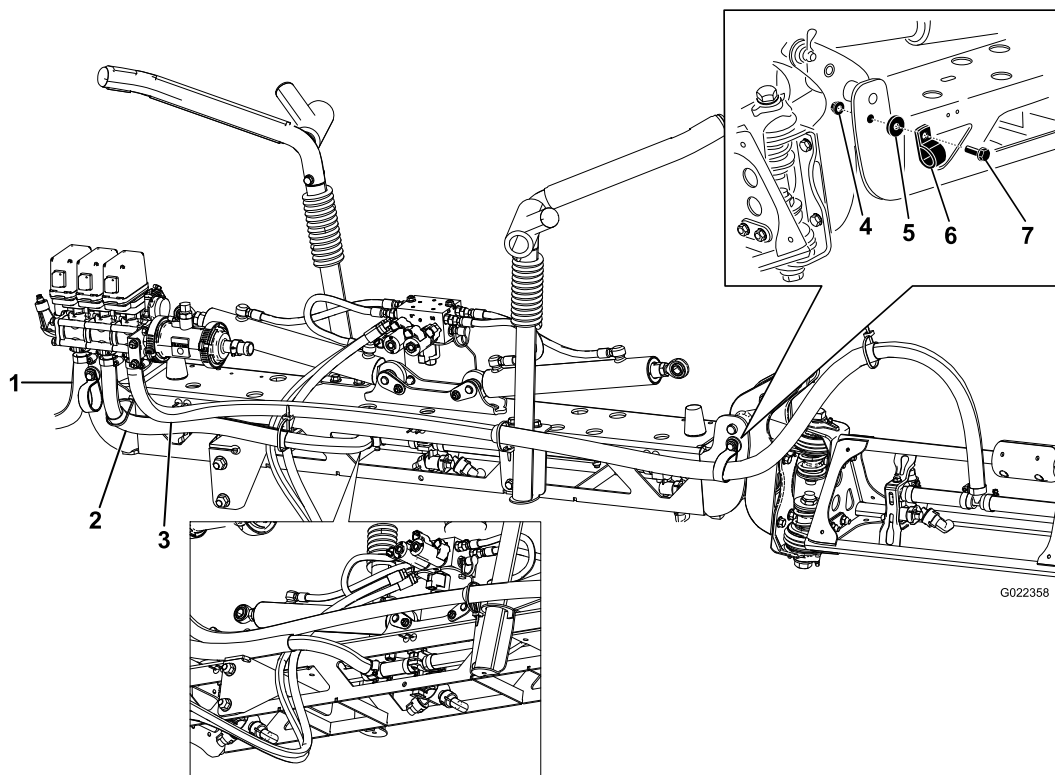

Figura 23
1. Infilate i flessibili della barra come illustrato nella Figura 23.
Nota: Fissate i flessibili e le fascette fermacavi a R con un bullone di spallamento, una rondella e un dado come illustrato nella Figura 23.